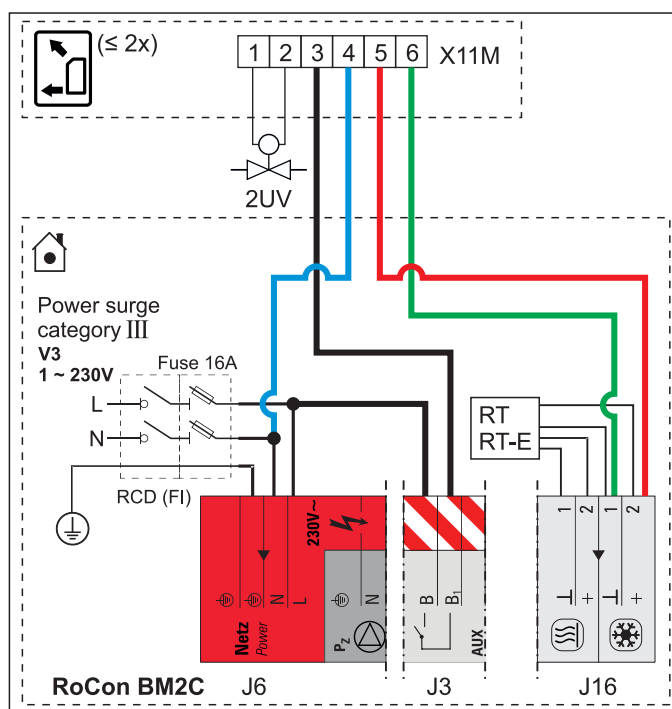

Bild 4-41 Anschluss Daikin FWXV-ATV3 (max. 2) an Daikin Altherma M ECH₂O
- Elektrischer Anschluss des Daikin FWXV-ATV3s mit folgendem Zubehör entsprechend Bild 4-41 als Umschaltkontakt (Heizen/Kühlen) am Basismodul.